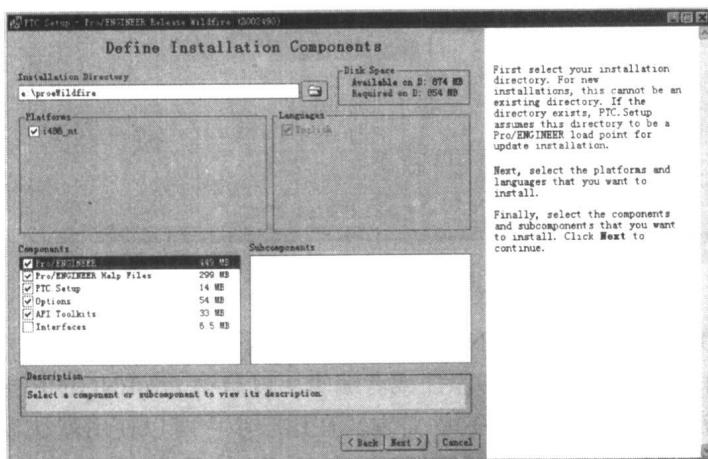

图 1.3 选择安装部件和操作平台
(3) 在如图 1.3 所示的界面中选择安装目录和组件。在 “Installation Directory” (安装目录) 输入框中设置软件的安装目录, 例如 “E:\proeWildfire”。在 “Components” (组件) 列表框中选择需要安装的部件。选择完毕后单击 “Next” 按钮, 进入到下一步安装界面。